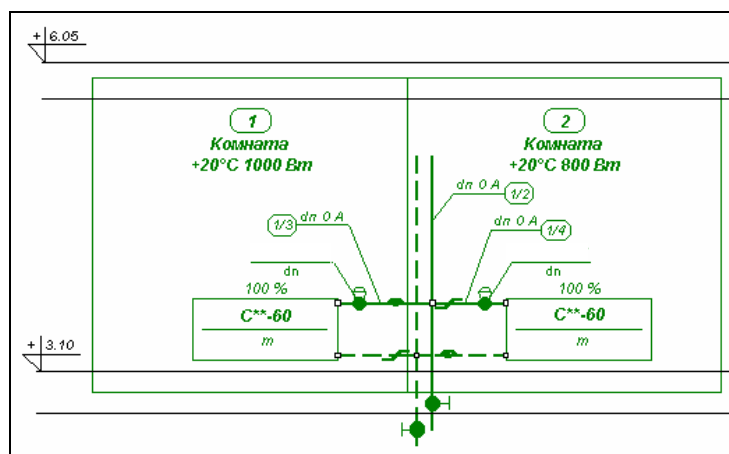

Рис. 5.32. Выделенный фрагмент рисунка, подготовленный для размножения
2. в высвеченном диалоговом окне необходимо выбрать соответствующий блок и вставить его в рисунок, помня о том, чтобы горизонтальные края зон помещений находились в осях перекрытий (Рис. 5.32);